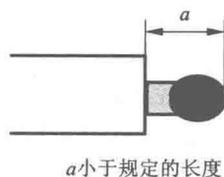

图 2-9
- ② 预焊可靠且多留锡，见图 2-9。
- (4) 辅助工具使用。